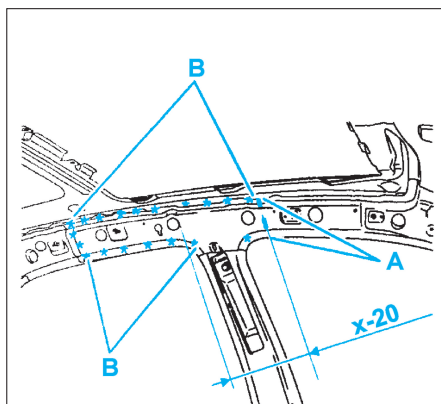

FIG. 66
- Tracer puis découper à l'aide d'une meule épaisseur 1 mm (coupe provisoire) suivant (A) (Fig.66).